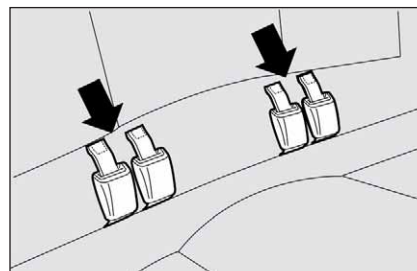

fig. 116
- ☐ enganche las hebillas a las lengüetas **fig. 116** (indicadas por las flechas) colocadas en el respaldo;